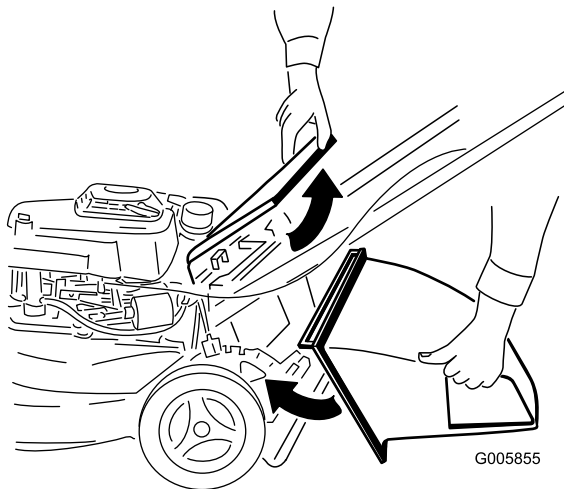

Figure 1
2. Soulevez le volet arrière et gardez-le dans cette position (Figure 1).
3. Montez l'éjecteur latéral (Figure 1).